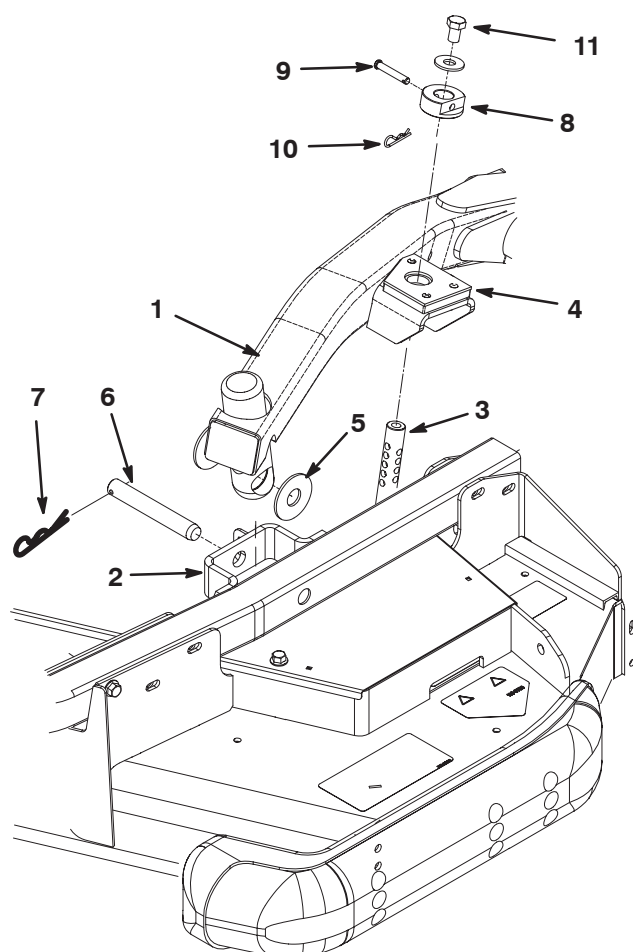

Figure 3
2. Placez le levier de levage en position de flottement. Poussez un bras de levage vers le bas jusqu'à ce que ses trous soient alignés sur ceux du support du bras pivotant ; la tige de réglage de hauteur de coupe peut alors être introduite dans les patins du bras de levage (Fig. 3).
3. Fixez le bras de levage au bras pivotant avec (2) rondelles de butée, un axe de chape et une goupille fendue. Interposez les rondelles de butée entre le bras de levage et le support de bras pivotant (Fig. 3). Insérez l'extrémité de la goupille fendue dans la fente de la patte du bras pivotant pour retenir la goupille fendue.
7. Montez les bagues de hauteur de coupe sur les tiges de hauteur de coupe et fixez-les avec les axes de chape et les goupilles fendues (Fig. 3). Dirigez la tête de l'axe de chape vers l'avant du plateau si possible.
8. Montez un boulon d'assemblage de 1/2 x 3/4 pouce et une rondelle sur chaque tige de hauteur de coupe (Fig. 3).